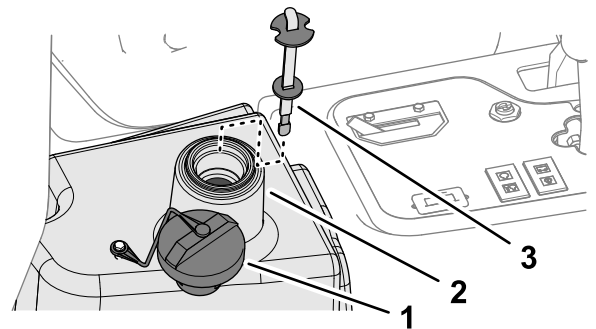

図 93
- 油圧オイルタンク **図 93** に約 22.7 リットルの油圧オイルを入れる **油圧作動液の仕様 (ページ 55)** を参照。